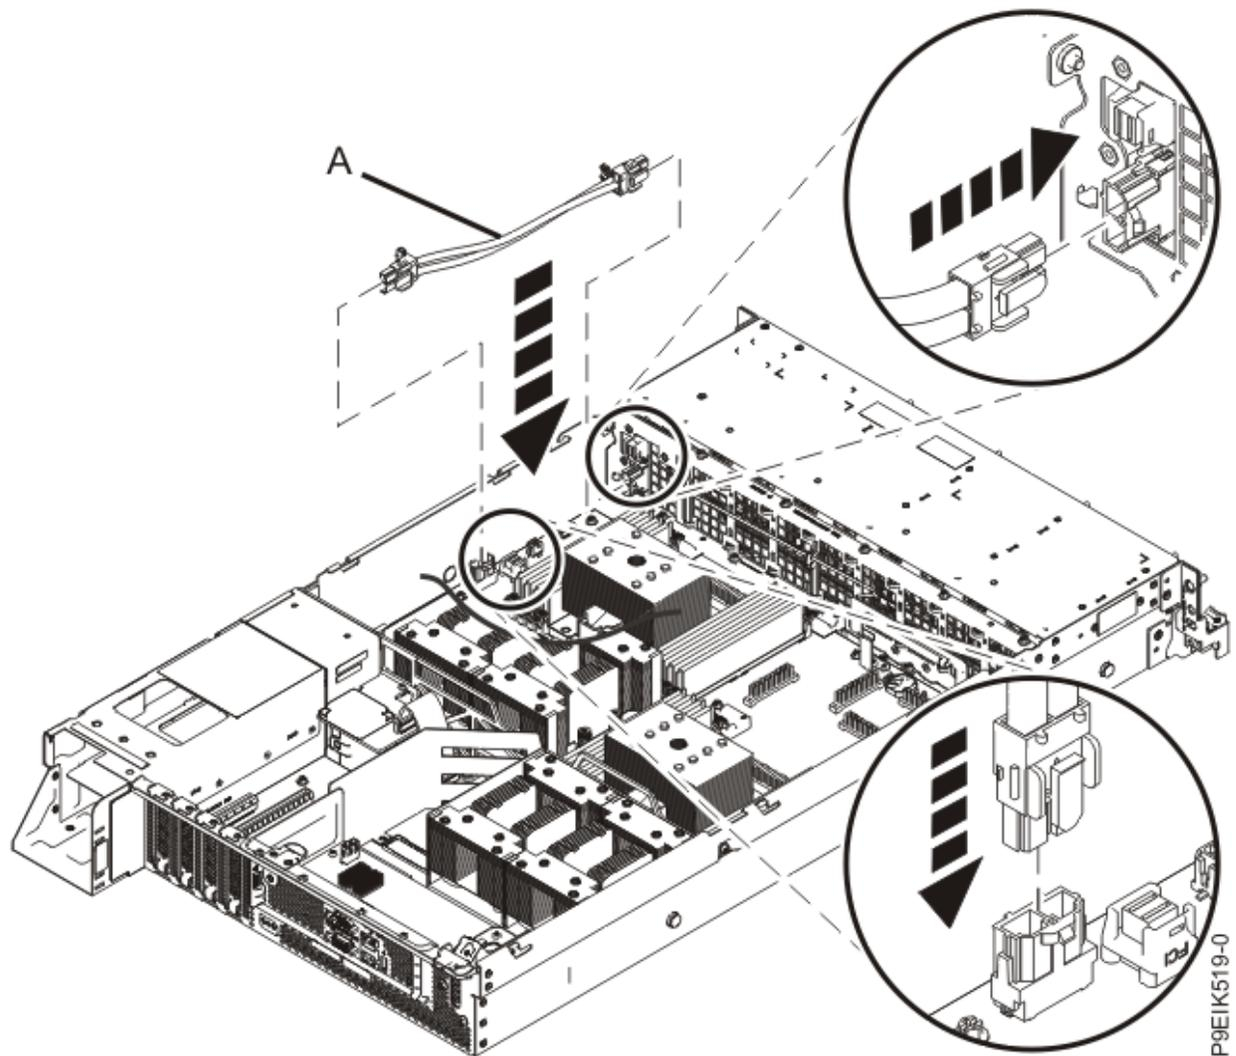

Figure 23. Installation du serveur câble d'alimentation des ventilateurs
2. Faites passer l'extrémité du connecteur câble d'alimentation des ventilateurs (**A**) par l'orifice et raccordez-la au connecteur de bus d'alimentation, comme illustré dans la Figure 23, à la page 35. Assurez-vous que la patte de retenue du cordon s'enclenche sur les connecteurs.
3. Raccordez l'autre extrémité du câble d'alimentation des ventilateurs à la carte des ventilateurs et des unités de disque comme illustré dans la Figure 23, à la page 35.